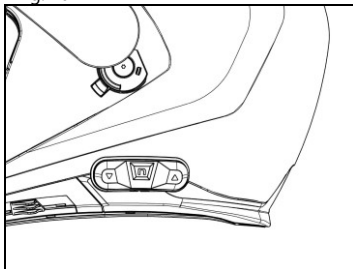

Fig. 22
- La instalación correcta del teclado se ilustra en la Fig. 22.